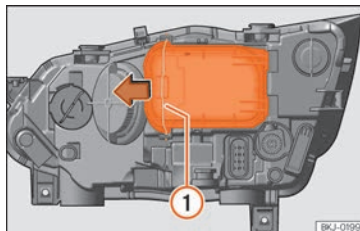

Fig. 53 Dans le compartiment-moteur : retirer le cache.
- Déplacez le tirant » fig. 53 ① dans le sens de la flèche puis retirez le cache.